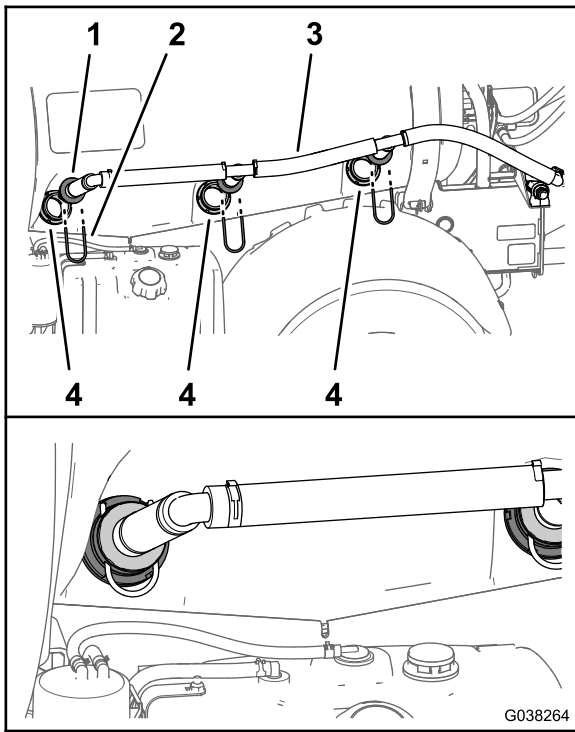

Figura 62
- Introduzca las 3 boquillas de agitación del conjunto de boquillas de agitación en los pasamuros del depósito de fumigación (Figura 62).
- Sujete las boquillas de agitación con las 3 horquillas de retención (Figura 62) que se retiraron en el paso 1 de Retirada de las boquillas de agitación del depósito de fumigación (página 13).